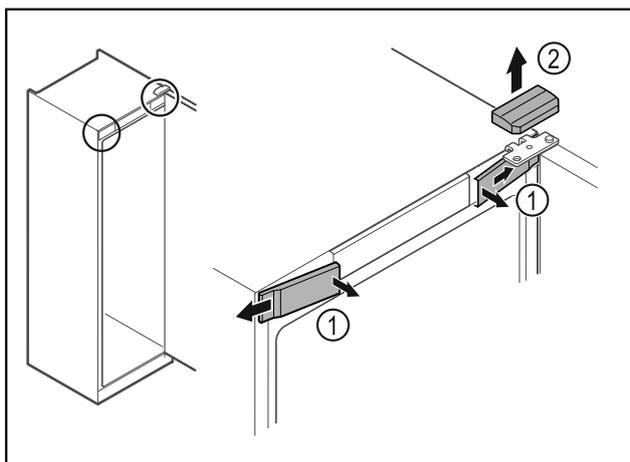

Fig. 11
- Atbrīvojiet priekšējos pārsegu *Fig. 11 (1)* iekšpusē un noņemiet uz sāniem.
- Noņemiet augšējo pārsegu *Fig. 11 (2)* uz augšu.